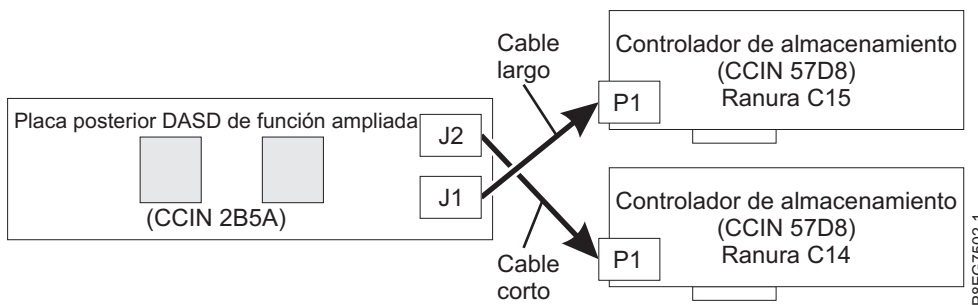

Figura 8. Reconexión del cable SAS en una configuración de funciones avanzadas
- El cable SAS largo conecta el conector de la placa posterior de la unidad de disco inferior (J1) al conector P1 en el adaptador RAID SAS interno en la ranura P1-C15. Consulte Figura 8.